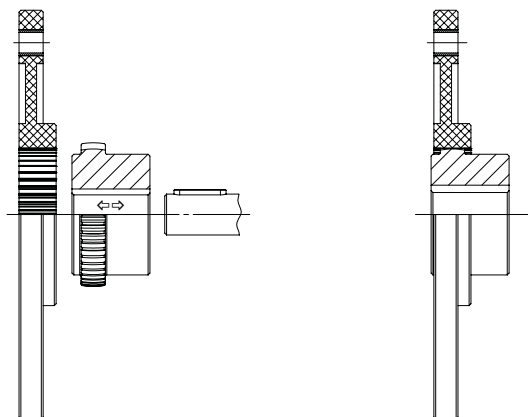

Figura 4-8 - SITEX® FL: montaggio
- Avvicinare motore e utilizzatore modo da posizionare la fascia dentata del mozzo in mezzaria rispetto a quella della flangia, usando come quota di controllo il valore L3-L4 (FIGURA 4-8 - SITEX® FL: montaggio e TABELLA 2.9)